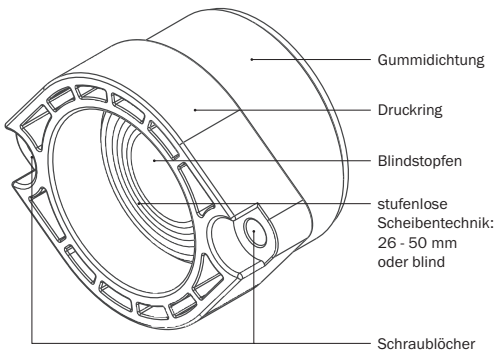

Abbildung 13.2: KRASO® BKP - Wand - Dichteinsatz - Wasser - Scheibentechnik
- Entfernen Sie den Blindstopfen des **KRASO® BKP - Wand - Dichteinsatz - Wasser -** und passen Sie die Gummidichtung anhand der vorgegebenen, stufenlosen Scheibentechnik (26 - 50 mm oder blind) entsprechend dem Rohrleitungsdurchmesser an (s. Abbildung 13.2).